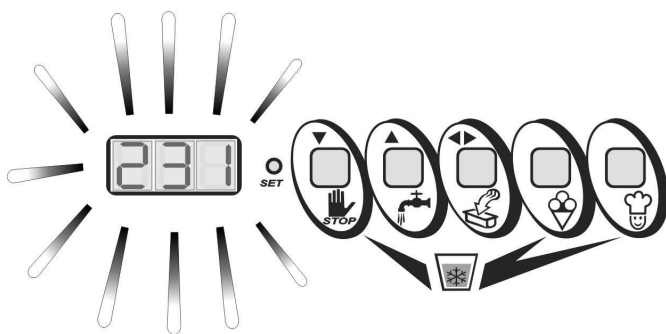

Abb.4
- Nach einigen Minuten und wenn der optimale Kompromiss zwischen Kühlzeit und Konsistenz in Hinsicht auf Typologie und Menge des eingefüllten Gemisches erreicht wurde, warnt ein akustisches intermittierendes Signal den Bediener, das das Eis entnommen werden kann (Abb. 4). Sollte dies nicht sofort möglich sein, sorgt die Maschine automatisch dafür, das Eis zu bewahren, ohne die Konsistenz weiter zu verändern.